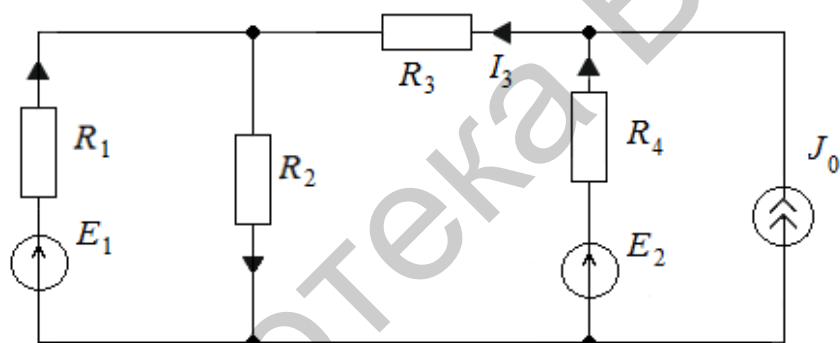

Рис. 146
79. Определить токи в цепи методом преобразования (рис. 146), если $E_1 = 50 \text{ В}$; $E_2 = 20 \text{ В}$; $J_0 = 1 \text{ А}$; $R_1 = 10 \text{ Ом}$; $R_2 = 20 \text{ Ом}$; $R_3 = 10 \text{ Ом}$; $R_4 = 25 \text{ Ом}$.